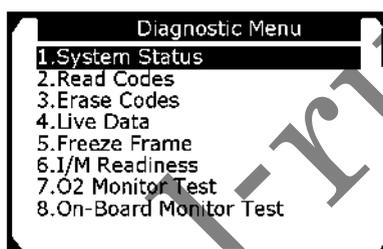

Рисунок 5-3
7) Ознакомьтесь со сводной информацией о состоянии системы (состояние индикатора MIL, количество диагностических кодов неисправностей, статус монитора), отображаемой на экране дисплея сканера. См. рисунок 5-1. Нажмите кнопку ESC, чтобы перейти к меню диагностики (см. рисунок 5-3).
1) С помощью кнопки прокрутки вверх/вниз выберите пункт **Read Codes [Считывание кодов]** в меню диагностики, а затем нажмите кнопку **OK**. См. рисунок 5-3.
- 1) С помощью **кнопок прокрутки вверх/вниз** выберите пункт **Erase Codes [Стереть коды]** в меню диагностики, а затем нажмите **кнопку ОК**. См. рисунок 5-3.
1) Для просмотра оперативных данных используйте **кнопки прокрутки вверх/вниз**, чтобы выбрать пункт **Live data [Оперативные данные]** в меню **диагностики**, а затем нажмите **кнопку ОК**. См. рисунок 5-3.